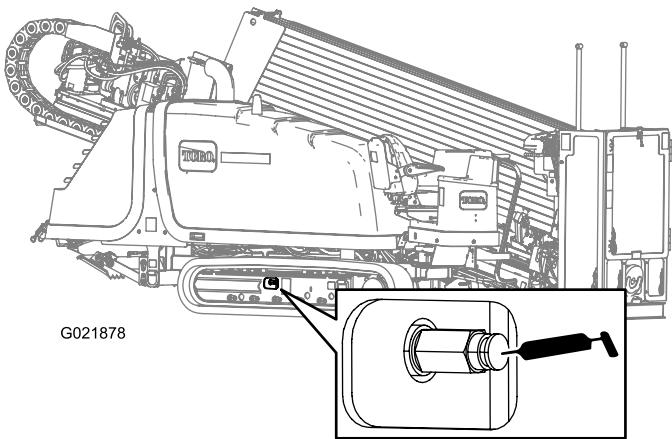

Figure 137
2. Enlevez les saletés et les débris déposés autour du graisseur de tension de la chenille (Figure 137).
4. Injectez de la graisse dans le graisseur jusqu'à ce que la tension atteigne 22 063 kPa (3 200 psi), comme montré à la Figure 137.
6. Injectez de la graisse dans le graisseur jusqu'à ce que la tension atteigne 22 063 kPa (3 200 psi), comme montré à la Figure 137.
4. Tournez le graisseur dans le sens antihoraire **d'un tour seulement** (Figure 137).